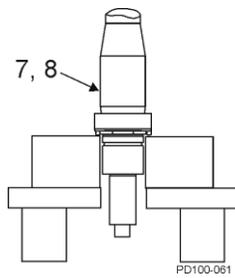

Figure 47 - Arbre à graisse
1. Lubrifiez la zone du roulement avant de l'arbre (figure 47, éléments 7, 8) avec de l'huile ou de la graisse. Placez l'arbre à la verticale dans une presse hydraulique, l'extrémité liquide étant orientée vers le bas.